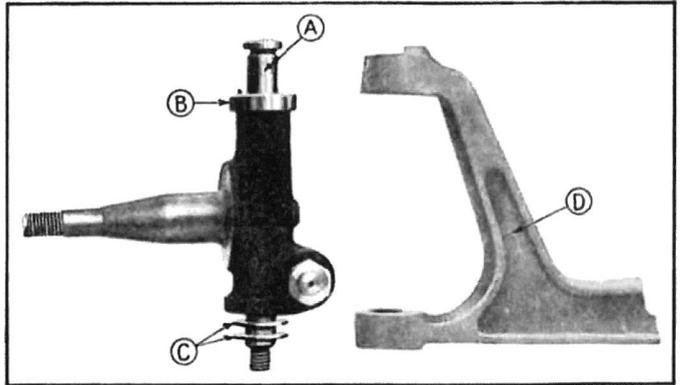

Fig. 263. — Montage d'une fusée.
- 9—Monter la nouvelle fusée avec sa cuvette et sa rondelle d'ajustage en replaçant le pivot dans la chape de l'essieu (fig. 263).